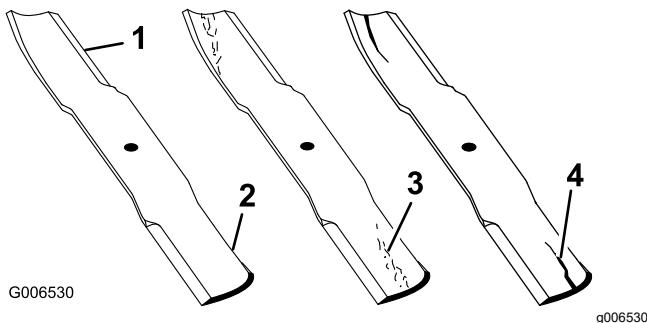

Figura 58
- Inspecione as extremidades de corte (Figura 58).
- Se verificar quaisquer fissuras, desgaste, ou a formação de ranhuras nesta área instale imediatamente uma lâmina nova (Figura 58).